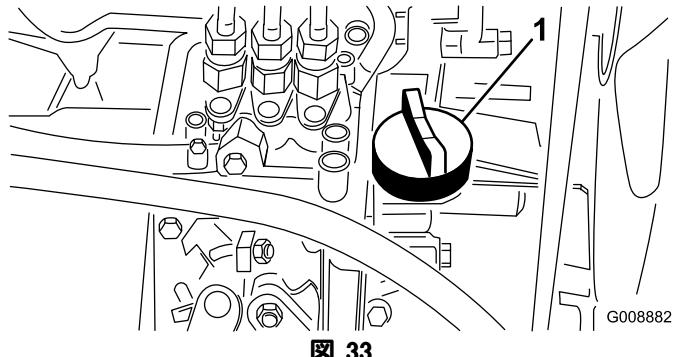

図 33
4. 不足していれば補給口キャップ (図 33) をとり、ディップスティックの Full 位置まで少量ずつオイルを補給する。補給中、ディップスティックで何度か油量を確認しながら入れること。